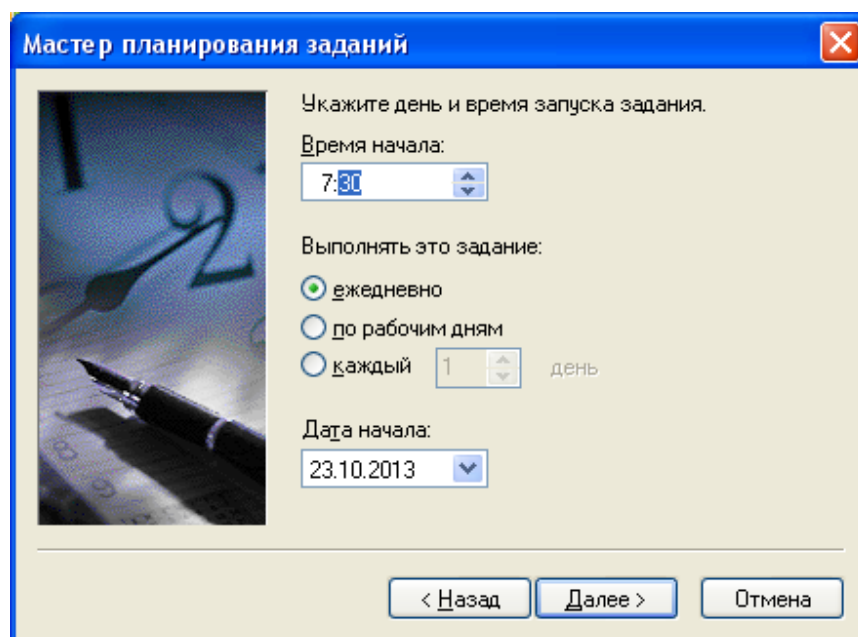

Рис. 13
4) Выберите переключатель **ежедневно** для **DeleteSchedule.exe** (**rSchedule.exe**, **SKTO_CreateMessagePTO_MM.exe**, **СУКР_Review.exe** и нажмите кнопку **Далее**. Откроется окно (рис. 13).